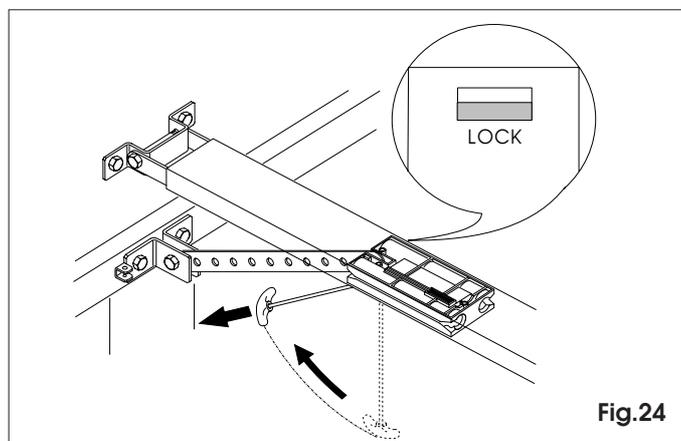

Fig.24
7.23 Bloquer à nouveau l'automatisme en tirant horizontalement la poignée (fig.24. ATTENTION ! voir absolument, lors du relâchement, sous le chariot la fenêtre d'indication "LOCK" de couleur rouge = preuve que le réarmement est fiable).